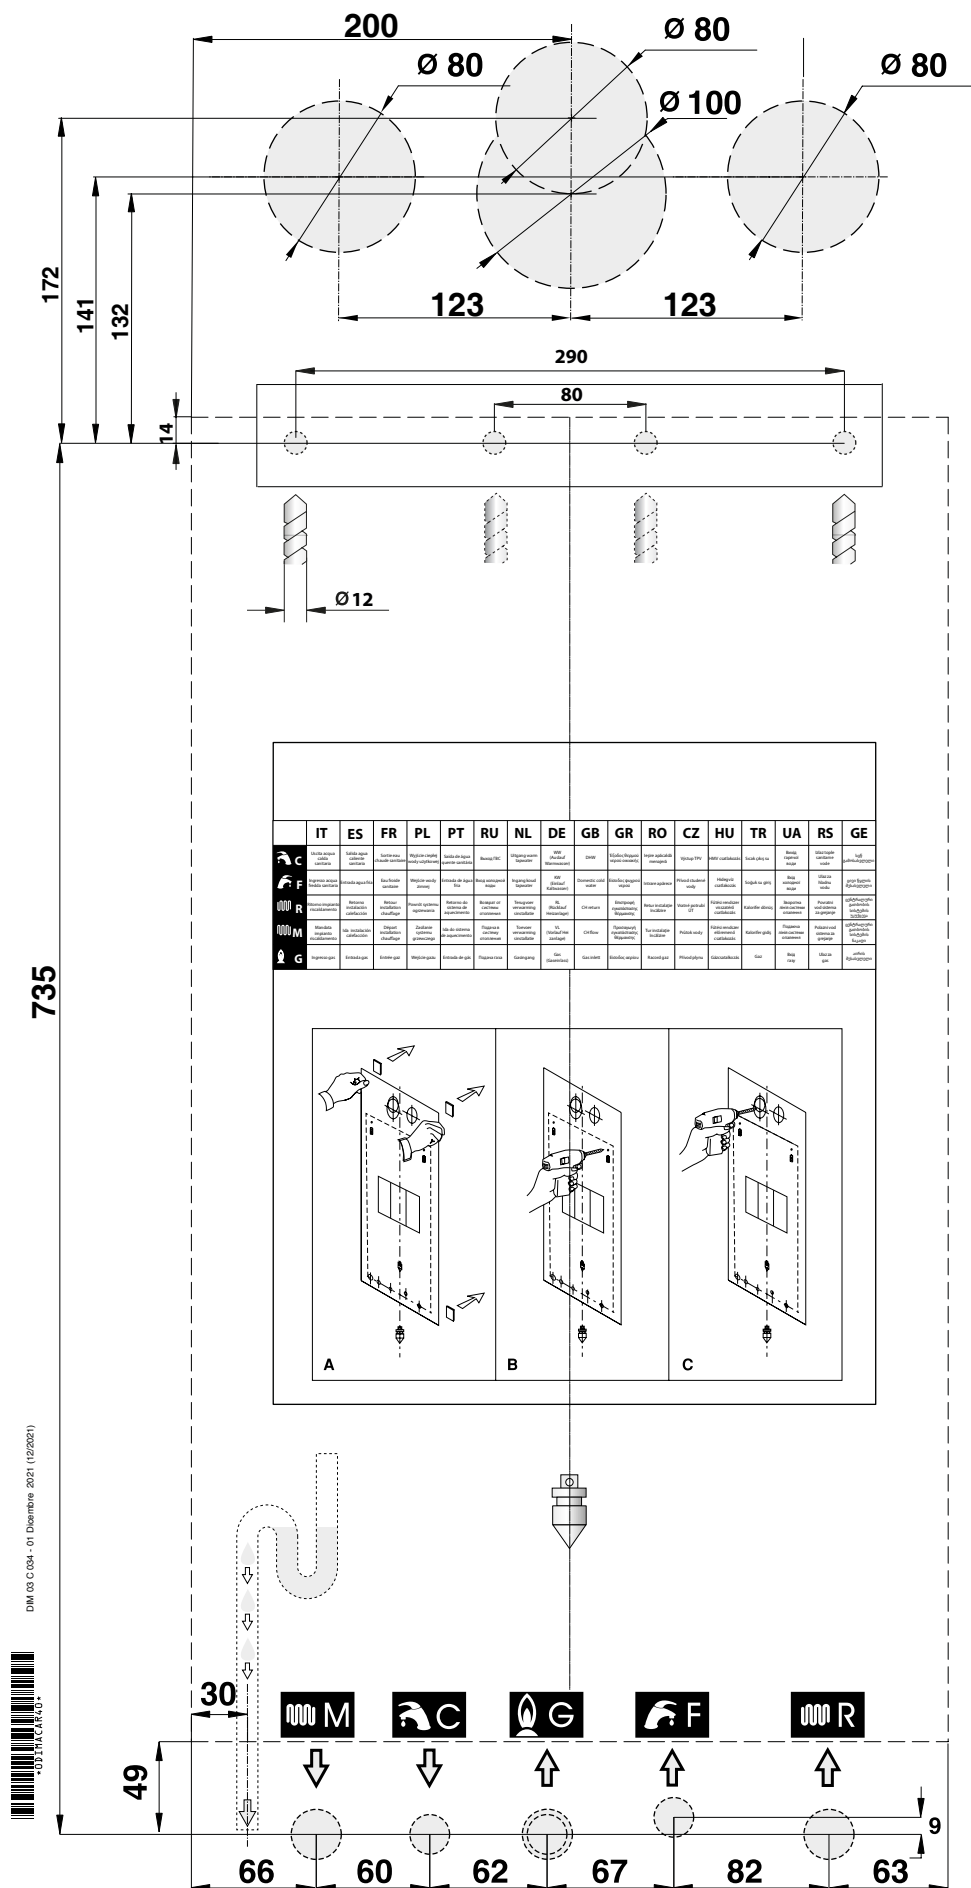
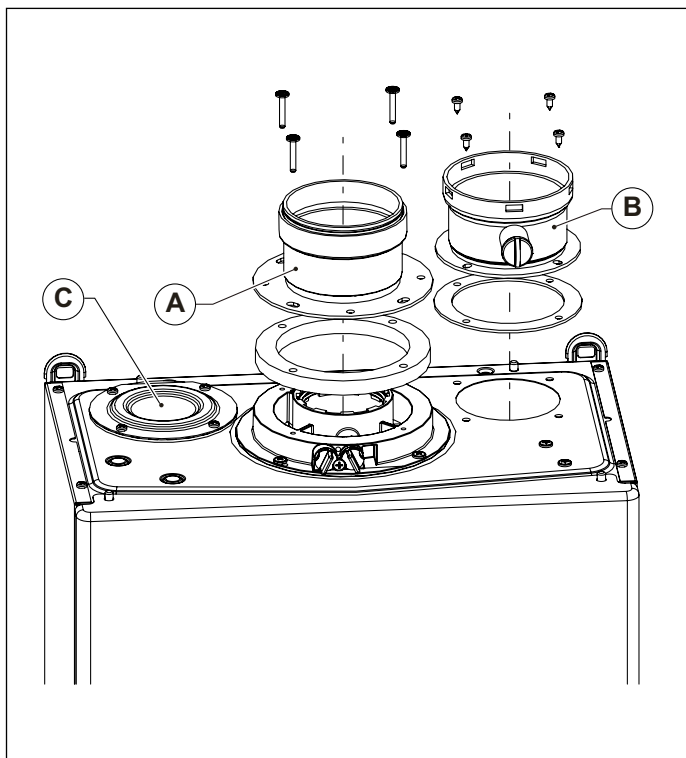
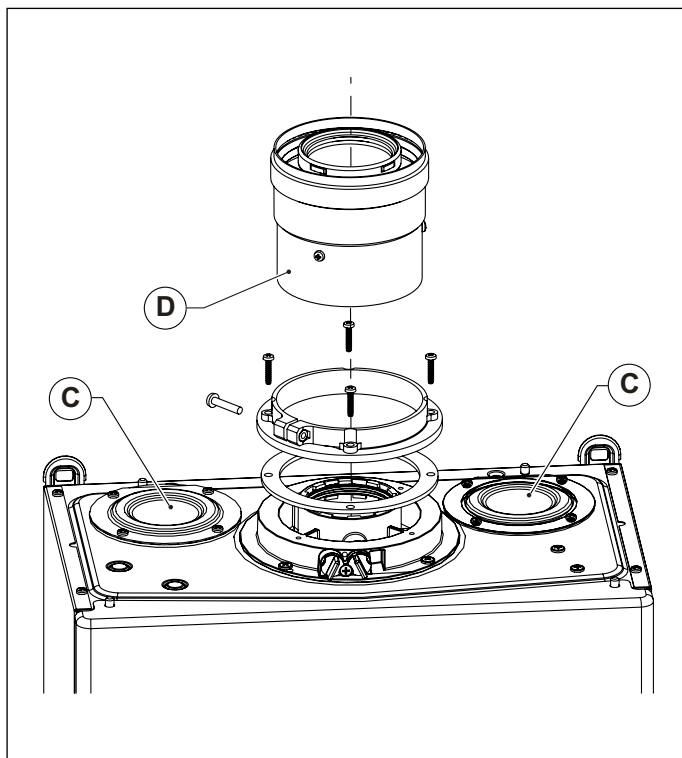

Рис. 5 Паперовий шаблон.
Рис. 7 Установка розгалуженого набору
Рис. 8 Установка коаксіального набору
- » монтажний паперовий шаблон для настінного котла (див. Рис. 5 Паперовий шаблон.);
Кожний котел забезпечений спеціальним паперовим шаблоном, що знаходиться в упаковці (див. Рис. 5 Паперовий шаблон.). Кожен котел забезпечений спеціальним паперовим шаблоном, що знаходиться в упаковці (рис. 8), який дозволяє підготувати труби для підключення до системи опалення, до лінії води санітарного призначення, до газової магістралі і труби подачі повітря та відводу димових газів в момент їх розведення, тобто до початку установки котла на вибране місце.
Див. Рис. 7 Установка розгалуженого набору і Рис. 8 Установка коаксіального набору.